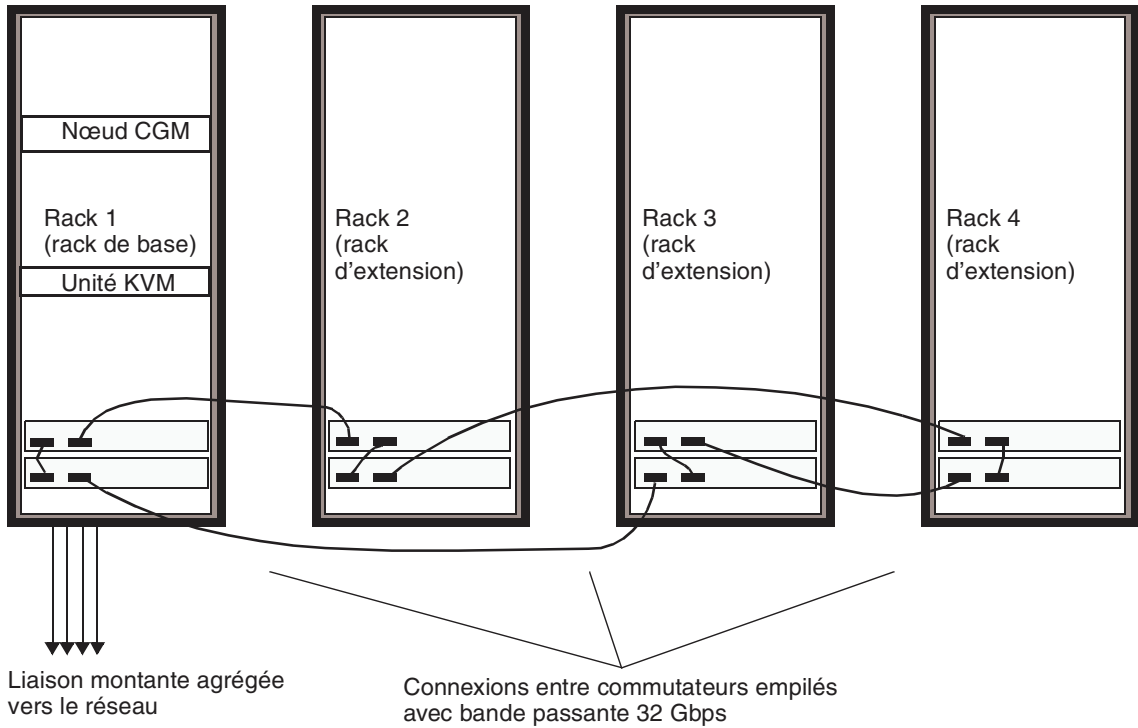

FIGURE 1-4 Schéma de câblage de système à racks multiples
Le schéma de la FIGURE 1-4 représente un système comportant quatre racks pleins et propose une configuration d'empilage des câbles. Les commutateurs de réseau et leurs ports d'empilage respectifs sont représentés. Cette configuration permet une interconnexion des données entre les différents racks, ainsi que l'établissement d'une liaison montante agrégée du rack de base vers le réseau.
**Remarque** – Si vous installez des racks d'extension en plus du rack de base, connectez celui-ci (c'est-à-dire le rack supportant le nœud CGM) au réseau, puis connectez les racks d'extension au rack de base, conformément à la FIGURE 1-4.